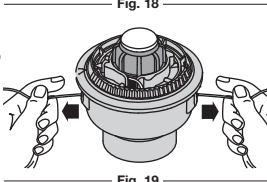

Fig. 19
9. Si el bobinado de la línea se torna dificultoso o la línea se enreda, tire de los extremos de la línea de la bobina. Continúe bobinando el carrete interior en sentido antihorario (Fig. 19).
4. Sostenga el carrete interior en su lugar e instale el botón de tope, el resorte y el sello de espuma presionando y girando el botón de tope en sentido horario. Tome los extremos y tire con firmeza para soltar la línea de las ranuras de fijación en el carrete interior (Fig. 19).
Si el SpeedSpool® no suelta línea en forma correcta, tire firmemente de los extremos de la línea de la bobina (Fig. 19). Si al hacer esto la línea no se suelta, siga las instrucciones de limpieza del SpeedSpool® a continuación.